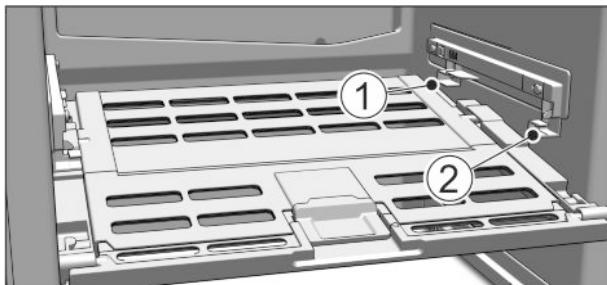

Fig. 10
► Установка крышки отделения с функцией для хранения овощей и фруктов Fruit & Vegetable-Safe: Вставить попеченные ребра крышки через низ в задний держатель Fig. 10 (1) и защелкнуть спереди на держателе Fig. 10 (2).